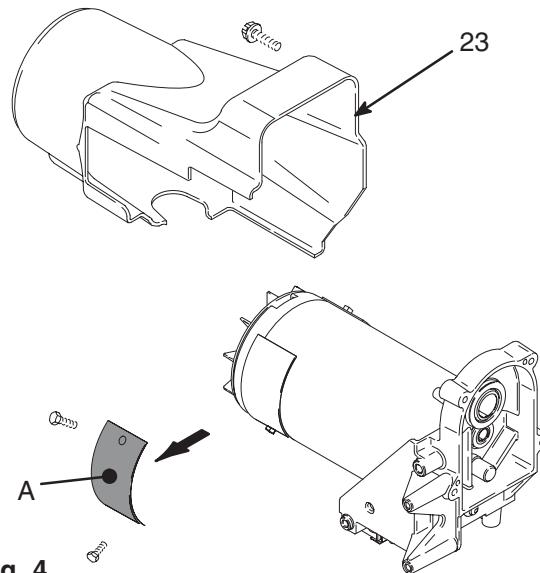

Fig. 4
4. Fig. 4. Retire el blindaje del motor (23) y las tapas de inspección (A).
3. Fig. 4. Retire el blindaje del motor (23) y las tapas de inspección (A).